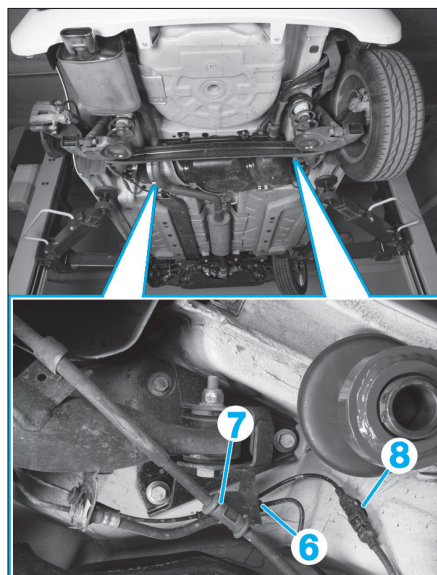

Fig. 35
- Débrancher le tuyau rigide d'huile (6) des freins arrière en dévissant le raccord avec la section flexible (Fig.35).